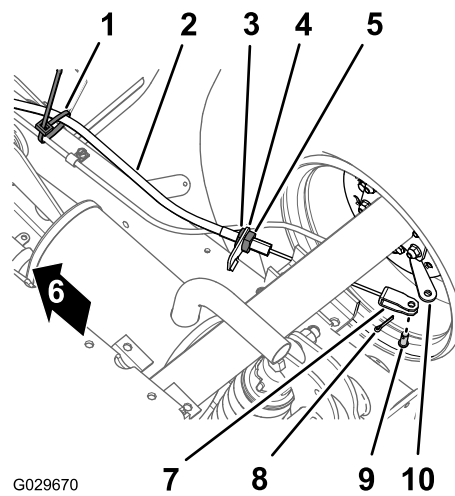

図 40
1. 機体の底部で、駐車ブレーキケーブルを常用ブレーキのラインに接続しているケーブルを外す 図 40。
2. 駐車ブレーキケーブルの前側ジャムナットの位置にマーキングする 図 40。
3. ケーブルについている後ジャムナットをゆるめて、ケーブルをブラケットから外す 図 40。
4. 駐車ブレーキケーブルのクレビスをブレーキ作動レバーに固定しているコッターピンとクレビスピンを外してケーブルをレバーから外す 図 40。
- 駐車ブレーキケーブルのねじ山付きアジャスタを、ブレーキケーブルのブラケットに導き、クレビスをブレーキ作動レバーへ導く 図 40。
- 駐車ブレーキケーブルのねじ山付きアジャスタを、ブレーキケーブルのブラケットにセットして後部ジャムナットを締める 図 40。